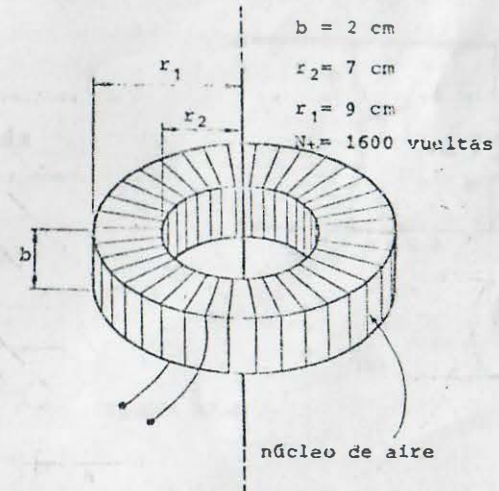

FIGURA P7.4
7.4 Obtenga el coeficiente de inducción mutua para el arreglo del toroide y el conductor recto y largo de la figura P7.4.